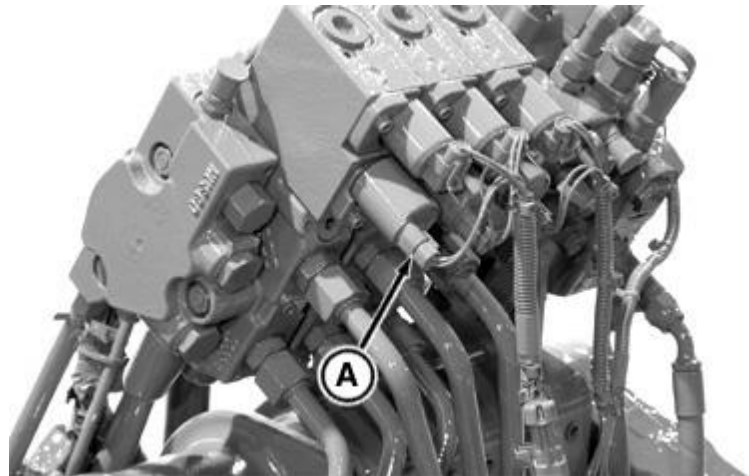

Рис. 9.42. А-З'єднувальний роз'єм соленоїда регулювання витрати SCV III
Знайти і відключити з'єднувальний роз'єм соленоїда регулювання витрати SCV III (A) (рис.9.42).